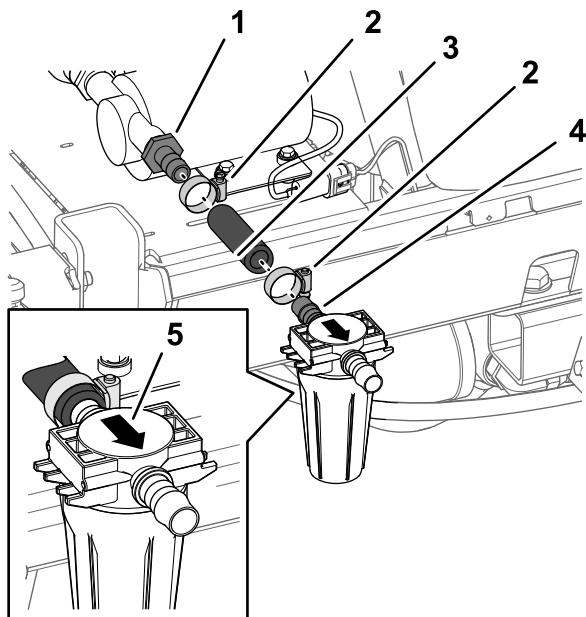
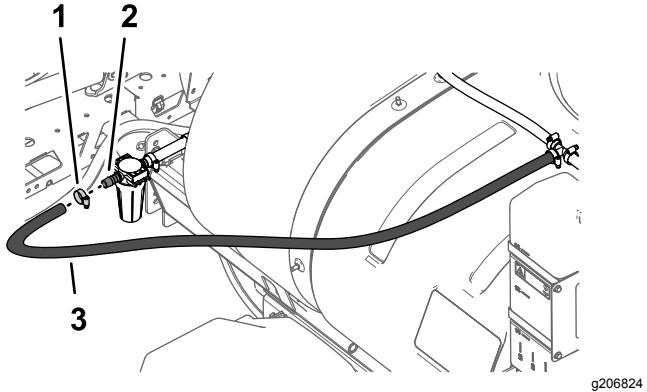

Рисунок 29
Рисунок 30
- Наденьте шланг длиной 17,8 см, который вы отрезали при выполнении действий, описанных в разделе Обрезание шланга \(страница 6\), на наружный прямой штуцер типа «елочка» насоса промывочного бака с помощью шлангового хомута и затяните хомут от руки (Рисунок 29).
3. Вставьте прямой штуцер типа «елочка» шланга на входе головки фильтра (фильтра в сборе) в шланг длиной 17,8 см и закрепите с помощью шлангового хомута, не затягивая его (Рисунок 29).
4. Наденьте свободный конец шланга размером 1,9 x 180 см на прямой штуцер типа «елочка» на выходе головки фильтра, закрепив шланговым хомутом (Рисунок 30).
5. Отрегулируйте положение головки фильтра таким образом, чтобы стакан фильтра в сборе был установлен вертикально, и затяните 2 шланговых хомута от руки (Рисунок 29 и Рисунок 30).